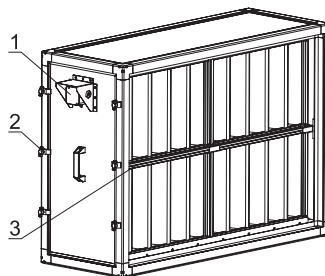

Рисунок 19
При замене фильтрующей вставки (рис.19) необходимо отвернуть прижимы (2), демонтировать съёмную панель со стороны обслуживания, потянуть вставку за корпус рамки (3) и извлечь.